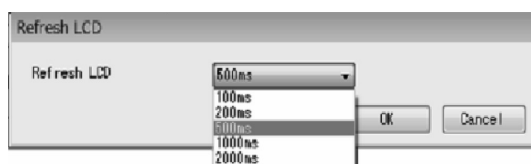

図77
③ 図77のように、「Refresh LCD」の右側の矢印をクリックしてドロップダウンリストの中から設定する周期を選択して下さい。